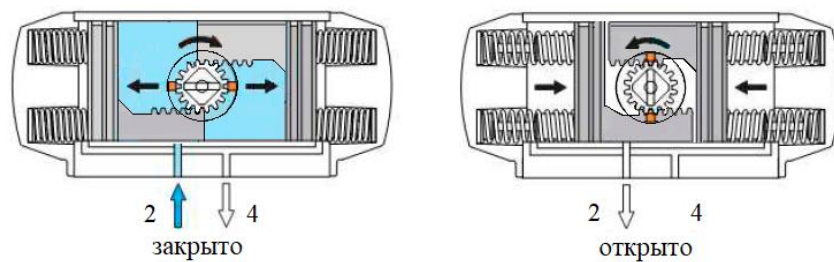
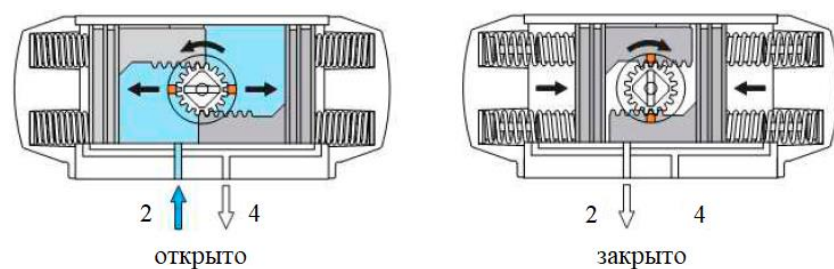

Рисунок 2. Устройство пневмопривода одностороннего действия нормально открытого (SO)
Рисунок 3. Устройство пневмопривода одностороннего действия нормально закрытого (SC)
1.3.3. Пневмопривод одностороннего действия нормально открытый (SO) (рис. 2) отличается от нормально закрытого (SC) (рис. 3) – противоположным расположением поршней. При подаче воздуха в пространство между поршнями: